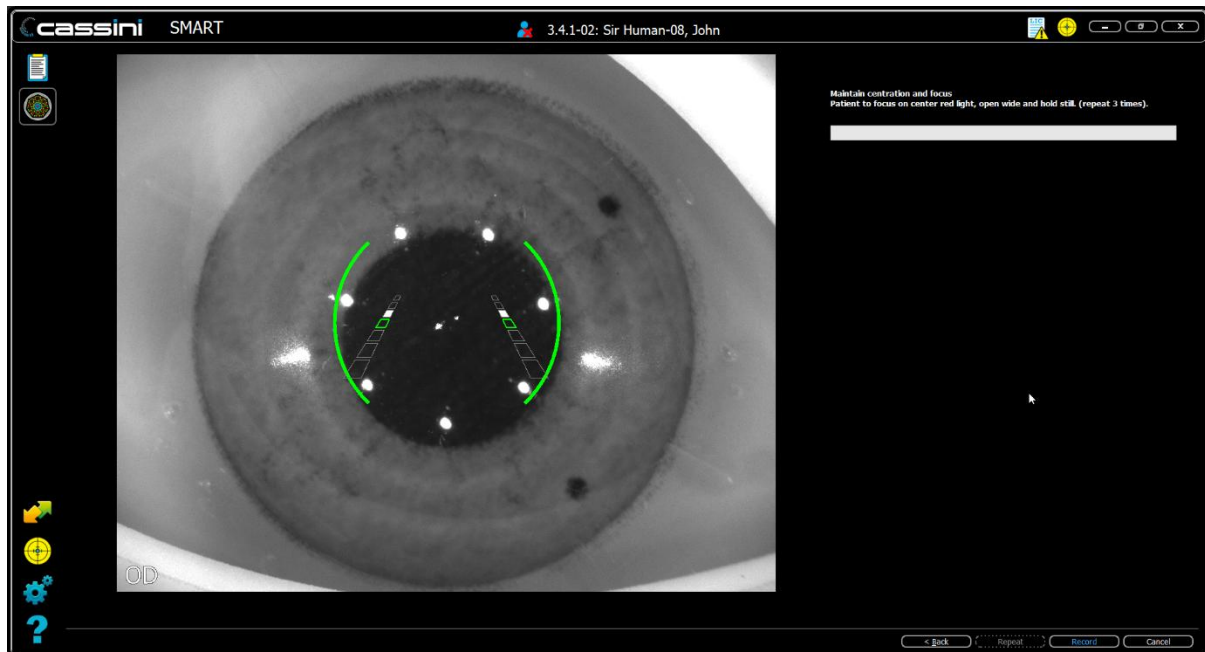

Figura 30: Estão visíveis 7 LED brancos de IV refletidos, sem estarem bloqueados pelo nariz ou pelas pálpebras. As linhas de alinhamento devem estar verdes
1. Alinhe o Cassini em frente ao olho e solicite ao(à) paciente que olhe para o alvo de fixação vermelho. O alinhamento está correto se a disposição estiver conforme ilustrado na Figura 30.